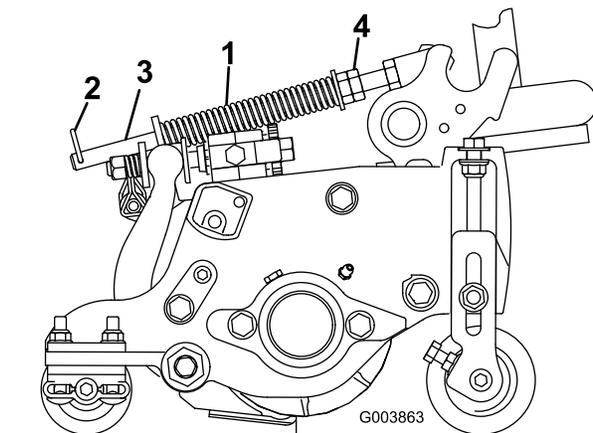

Figura 21
El muelle de compensación del césped (Figura 21) transfiere peso del rodillo delantero al trasero. (Esto ayuda a reducir el patrón de ondulación en el césped.)
1. Asegúrese de que el pasador de horquilla está instalado en el taladro del extremo de la varilla (Figura 21).
2. Apriete las tuerca hexagonales del extremo delantero de la varilla del muelle hasta que la longitud comprimida del muelle sea de 15,9 cm (Figura 21).